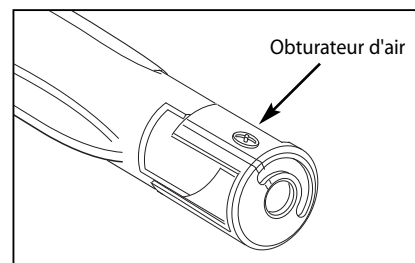
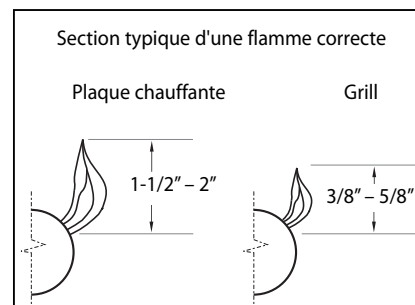

Fig. 15
Fig. 16
Vérifiez que la flamme du brûleur est correcte et ajustez les obturateurs d'air au besoin (fig. 15). Chaque valve et obturateur d'air est testé individuellement et réglé avant l'expédition. Aucun ajustement n'est normalement requis; toutefois, les vibrations en cours de transport, la conversion de gaz ou les variations particulières à chaque système d'alimentation en gaz peuvent nécessiter quelques petits réglages. Les flammes du brûleur doivent être bleues et stables, sans pointe jaune ni bruit excessif, et ne doivent pas tirer vers le haut. Si l'une de ces situations se produit, assurez-vous que l'obturateur d'air ou les ports des brûleurs ne sont pas bouchés. Si le problème persiste, ajustez l'obturateur d'air selon le besoin. Si la flamme est trop jaune, ce qui indique une insuffisance d'air, tournez l'obturateur vers la gauche pour laisser passer davantage d'air. Si la flamme fait du bruit et tend à s'élever au-dessus du brûleur, ce qui indique un excédent d'air, tournez l'obturateur vers la droite pour réduire l'arrivée d'air. La hauteur des flammes de la plaque chauffante doit se situer entre 3,8 et 5 cm (de 1-1/2 à 2 po). Celle des flammes du brûleur du grill doit se situer entre 1 et 1,6 cm (de 3/8 à 5/8 po) (fig. 16).
- Est-ce que le brûleur à deux morceaux est assemblé correctement? (Voir la page 23, Fig. 15)
- Est-ce que la tête du brûleur est alignée correctement? (Voir la page 23, Fig. 15)